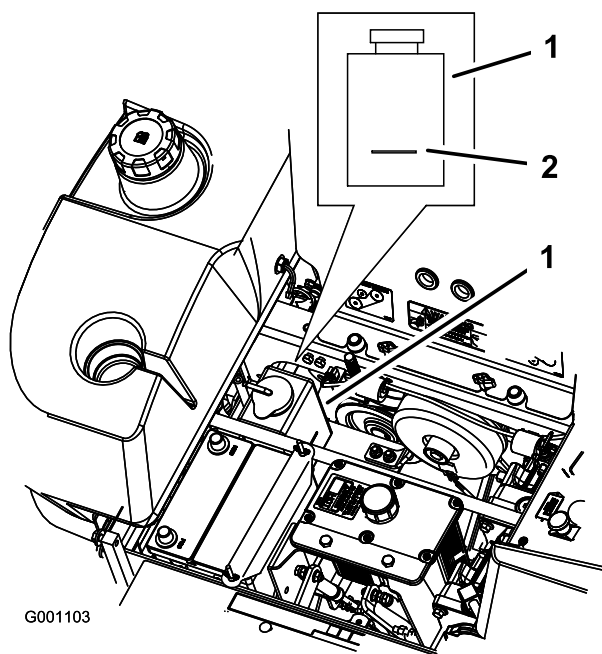

Bild 67
3. Überprüfen Sie bei abgekühltem Motor den Stand des Überlaufgefäßes. Der Flüssigkeitsstand muss mindestens das Niveau der an der Außenseite der Überlaufgefäßes angebrachten Markierung haben (Bild 67).
4. Ist der Kühlmittelstand zu niedrig, füllen Sie ein 50/50-Gemisch aus Frostschutzmittel und Wasser in das Überlaufgefäß (Bild 67).
5. Geben Sie das 50/50 Kühlmittelgemisch in das Überlaufgefäß bis zur am Gefäß angebrachten Markierung (Bild 67).